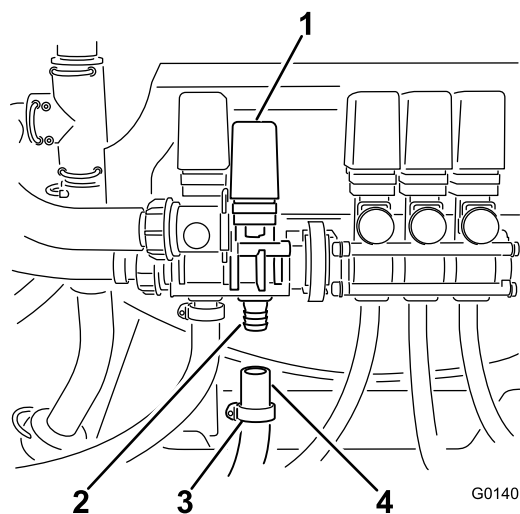

Figura 28
3. Deslize uma braçadeira de tubo solta sobre a extremidade aberta do tubo (Figura 28).